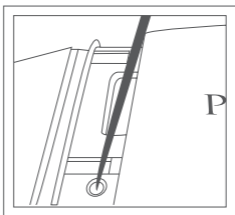

Fig. 5
5. Utilice la clavija de calibración suministrada o un objeto de punta fina (p. ej., la punta de un destornillador de 2 mm) para pulsar y soltar el botón de activación de calibración (Fig. 5). El probador entrará en modo de calibración con un pitido. Todas las luces indicadoras (a excepción de las luces indicadoras de Metal y "Low Batt" (potencia baja de las pilas)) se iluminarán en modo de luces de marcha. Ahora, el probador estará listo para iniciar la calibración.